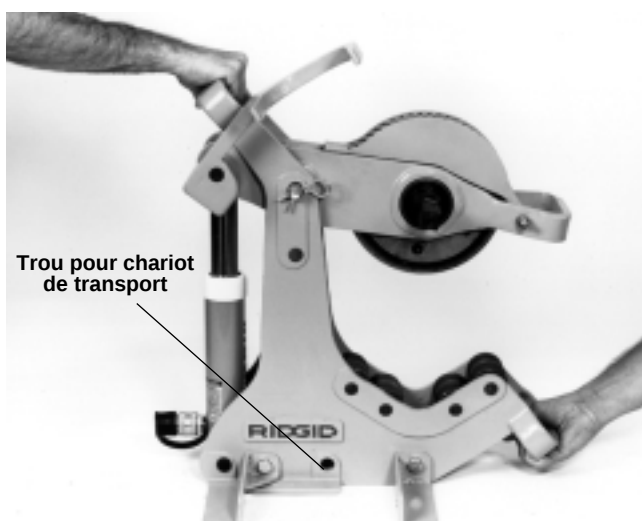

Figure 14 – Poignées de manutention
1. Les 258 et 258XL sont équipées de poignées de manutention situées à l'arrière du bâti en partie haute, et à l'avant en partie basse (Figure 14). Ne pas tenter de transporter la tronçonneuse par la poignée du bras pivotant, car cela pourrait endommager le cylindre hydraulique.
Un chariot à deux roues est disponible en tant qu'accessoire pour faciliter le transport de l'appareil. Ce chariot est compatible à la fois avec la 258 pour tuyaux de 2 1/2 à 8 po, et la 258XL pour tuyaux de 8 à 12 po (consulter le catalogue pour les modalités de commande). Le chariot s'adapte facilement à l'aide d'un crochet qui sert à arrimer la poignée de manutention supérieure et d'une broche qui s'introduit dans le trou en partie basse du bâti (Figure 14).